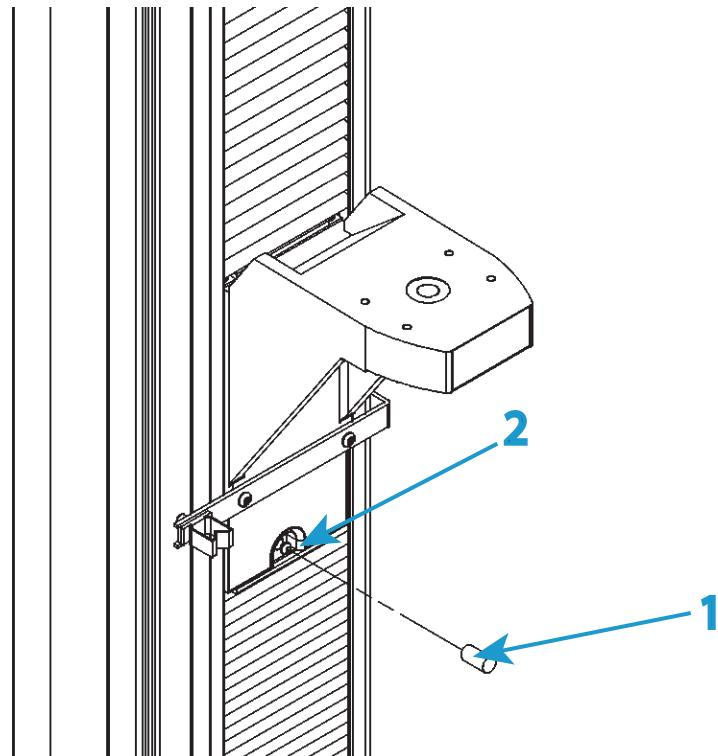
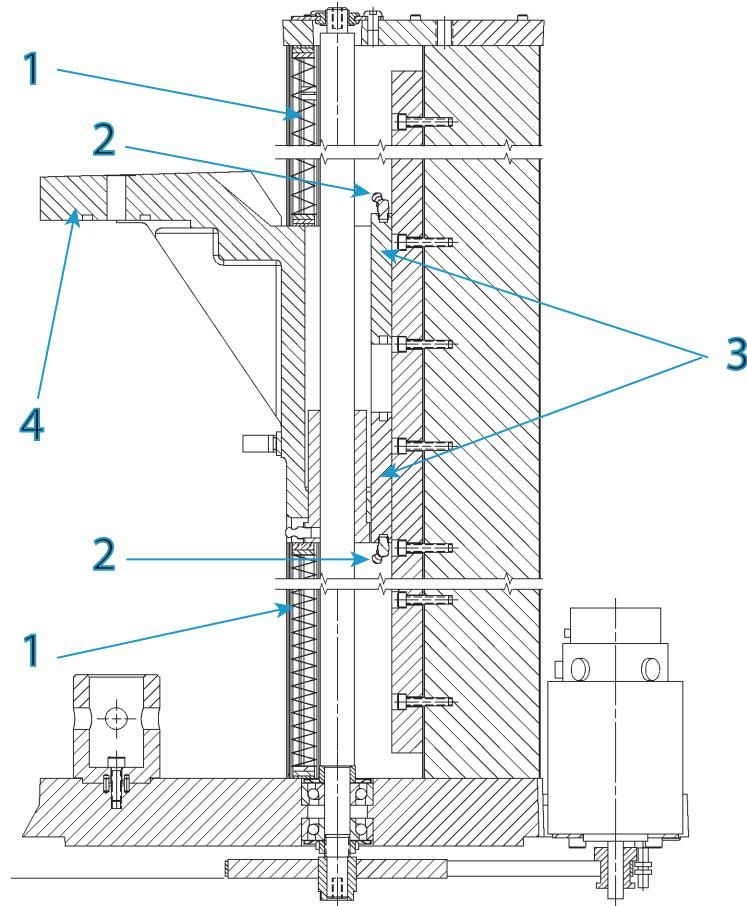

図24. ボールナットの潤滑
図25. リニアガイドカートリッジの潤滑
この手順は 34SC-5 モデルに適用されます。122 ページの図 24 および 123 ページの図 25 を参照してください。
説明 図 24
説明 図 25
1. 電源スイッチがオフ (0) 位置にあることを確認し、電源から電源ケーブルを抜きます。フレーム コントロール パネルで LED が点灯していることを確認します。
6. クロスヘッドからボールねじカバーを取り外し、クロスヘッドからスライドさせ離します。各キャリッジのグリース ニップルを確認するには、123 ページの図 25 を参照してください。